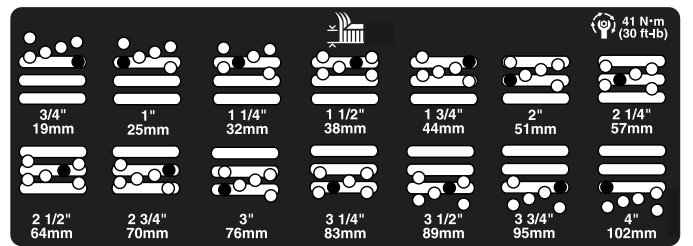

Bild 26
5. Stellen Sie die Kammer auf die gewünschte Schnitthöhe ein und setzen Sie das Distanzstück im gewünschten Schnitthöhenloch und -schlitz ein (Bild 26).